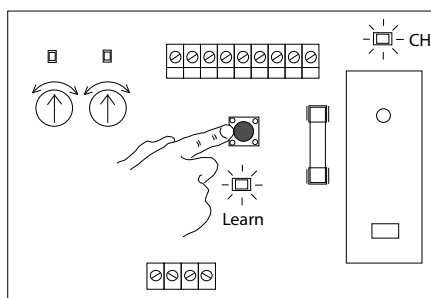

Fig. 4.8.3
Tryck 4 gånger på röda knappen (max 1 sekund mellan klick) för att byta fjärrkontroll-kanal. Bytet bekräftas av grön lysdiod (CH). Se fig. 4.8.3.